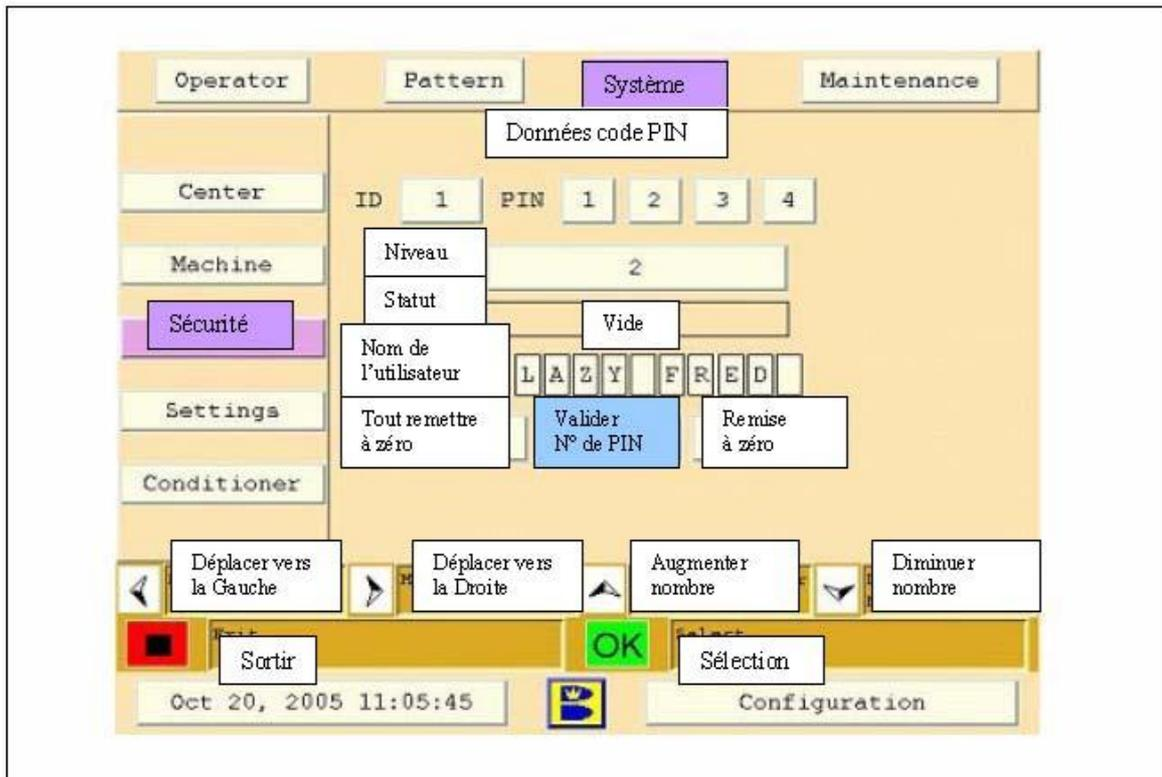

Figure 4-18. Système de sécurité
- 1 Allez dans le menu **Système**. Référez-vous à la Figure 4-18.